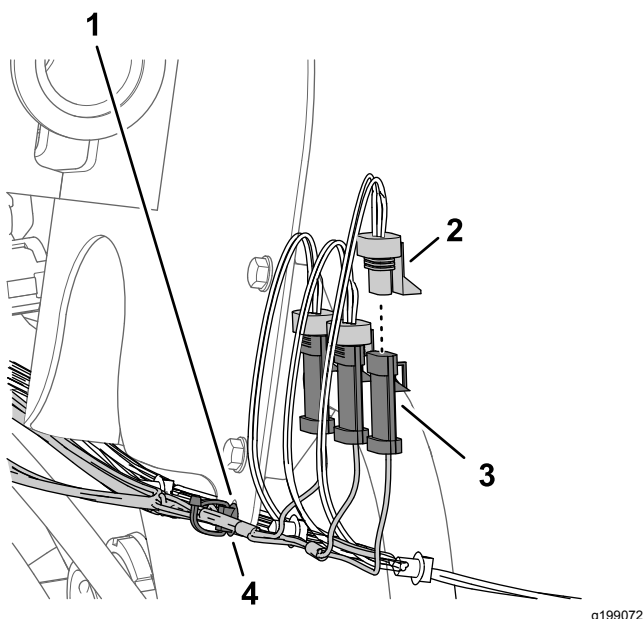

图86
1. 将标有左喷洒的89cm线束支管的3针接头连接至标有左喷洒阀的机器线束3插槽接头图86。
2. 将标有中间喷洒的套件线束 3 针接头连接至标有中间喷洒阀的机器线束 3 插槽接头图86。
3. 将标有右喷洒的套件线束 3 针接头连接至标有右喷洒阀的机器线束 3 插槽接头图86。
4. 将套件线束的压入式紧固件插入流量计支架法兰的孔中图86。